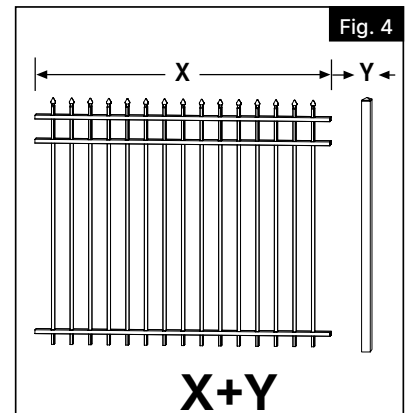

Fig. 4
Mesurer la largeur du panneau de clôture (X), puis ajouter la largeur du poteau (Y). Cela indiquera la distance centre en centre (à moins qu'il s'agisse d'un panneau coupé plus court) qui servira à l'emplacement des trous de poteau (Fig. 4).
Veiller à ne pas trop serrer les vis (Fig. 4).